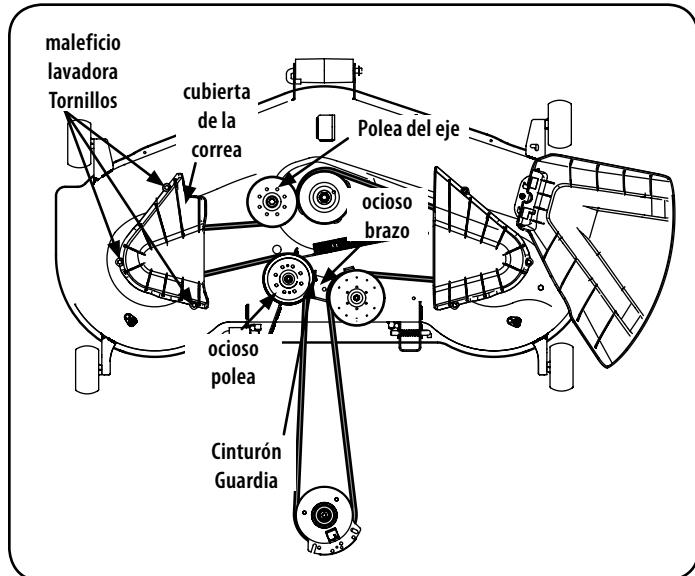

Figura 20
2. Quite los tornillos de la arandela hexagonal cubiertas de la correa de la cubierta. Ver Figura 20 para 46" and 54" plataforma and ver Figure 39 para 42" plataforma.
- c. Instalar la nueva correa alrededor de las poleas del eje como se muestra y vuelva a instalar la cinta cubre. Ver Figura 20.
- e. Coloque la correa como se muestra en la Figura 20 y vuelva a instalar la cubierta (consulte Instalación de la plataforma).